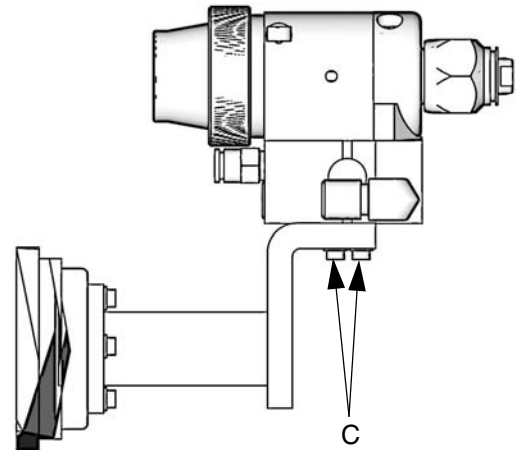

図 . 4: 動かないサポートの取り付け
動かないサポートにガンを取り付けるには (28 頁の図 . 4 と 取り付け穴の配置を参照してください)：
3. 流れるタイプのエアシャットオフバルブをガンエアシリンダ供給ラインとエアレギュレータの下流部分に取り付け、ガンシリンダにエアが入るのを遮断します。エア供給継手をガンシリンダエアインレット (C) に接続します。図 4 を参照してください。
4. 塗料スプレーへの適用には、インライン液体フィルタをガン液体フィルタ、部品番号 210500 を、ガン液体インレット (F) に取り付け、スプレーチップに液体からの粒子が詰まるのを防ぎます。図 4 を参照してください。
5. 電氣的に導電性がある液体ホースをガン液体インレット (F) またはオプションのインラインフィルタに接続します。